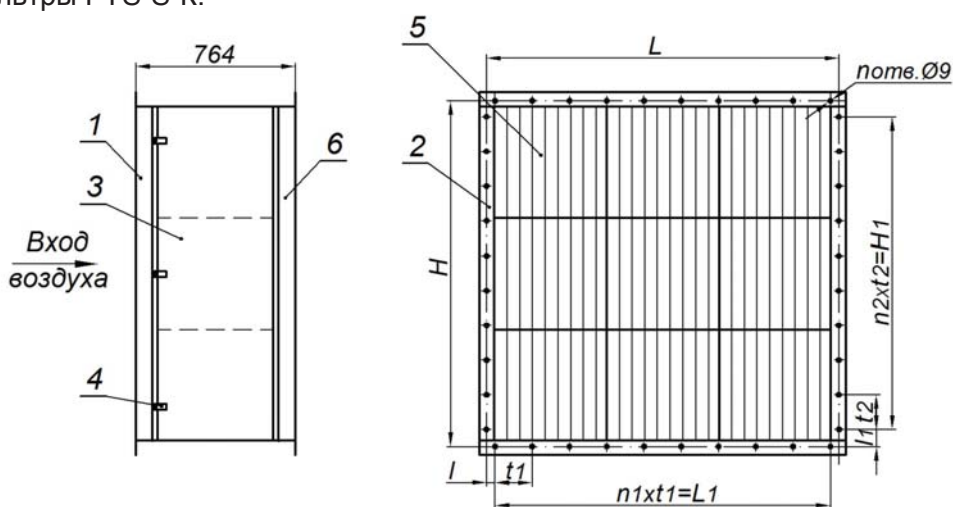

Рис. 1 Схема секции карманного фильтра
Секция карманного фильтра состоит из металлического корпуса (1) (рис. 1), имеющего на входе и выходе фланцы (2) для присоединения к фланцам вентиляционных систем, посредством болтовых соединений через уплотнительную резину. С одной из сторон корпус SKF имеет двери (3), которые уплотняются с корпусом, за счет размещенного на них специального уплотнения, и прижимов (4). Двери могут быть справа (П) или слева (Л) по ходу движения воздуха.